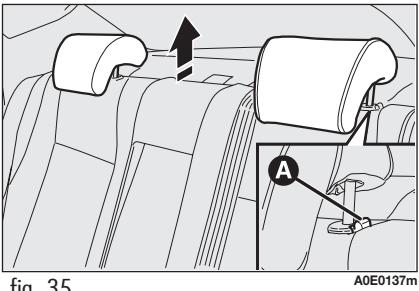

fig. 35
- pulse las teclas **A**-fig. 35 (ubicadas al lado de las dos fijaciones de los reposacabezas) y quitelos hacia arriba.